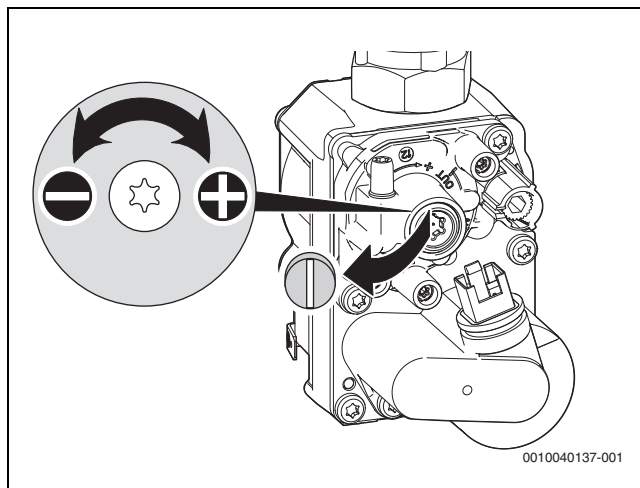

Bild 8 Plombe an der Einstellschraube entfernen
- ▶ Plombe an der Einstellschraube der Gasarmatur entfernen (nur Gasarmatur unten in Bild 8) und CO2- oder O2-Gehalt für minimale Nennwärmeleistung einstellen.